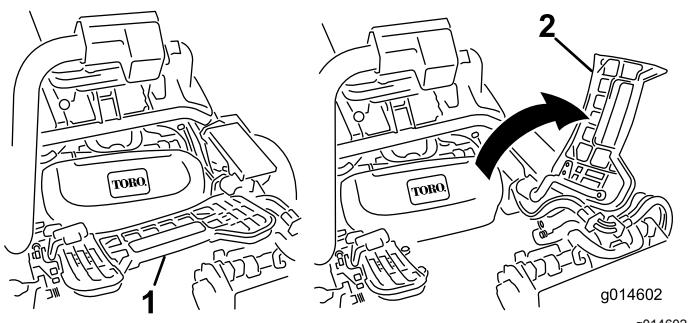

Bild 61
- Heben Sie die Fußplattform an und schwenken Sie sie in die geöffnete Stellung, um die Stellung des mittleren Mähwerk zugänglich zu machen (Bild 61).